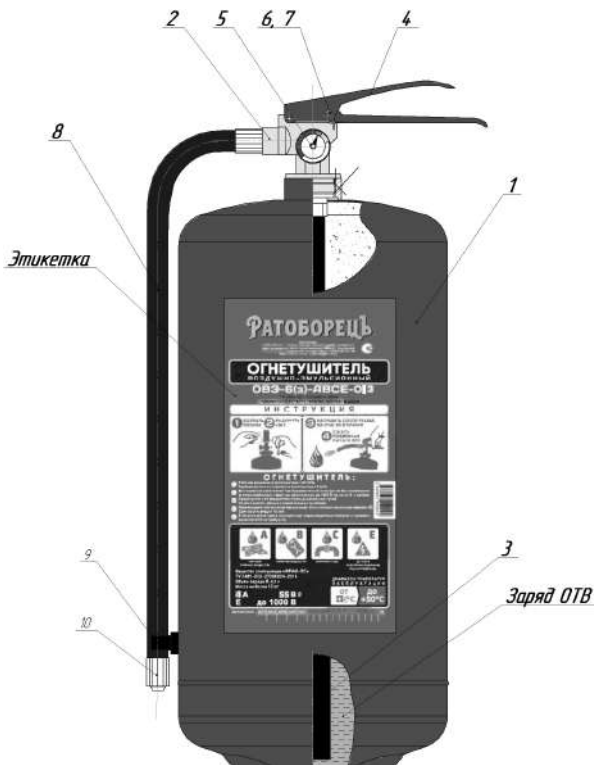

Рис. 1. Общий вид огнетушителя
Общий вид конструкции огнетушителя приведён на рис. 1.
Огнетушитель (см. рис. 1) состоит из корпуса 1, с резьбовой горловиной, в которую вкручено запорно-пусковое устройство (ЗПУ) 2. Запорно-пусковое устройство оснащено сифонной трубкой 3. К выходному штуцеру ЗПУ 2 присоединен рукав высокого давления 8 с распылительным соплом 10. Рукав высокого давления закреплён в клипсе фиксатора 10. Подвижный рычаг 4 предназначен для управления клапаном подачи ОТВ, размещённом внутри ЗПУ. Индикатор давления 5 предназначен для визуального контроля давления сжатого азота в корпусе огнетушителя. Предохранительная чека 6 с пломбой 7 блокируют несанкционированное срабатывание огнетушителя.
6.9. Для тушения пожара необходимо последовательно выполнить следующие операции (см. рис. 1):